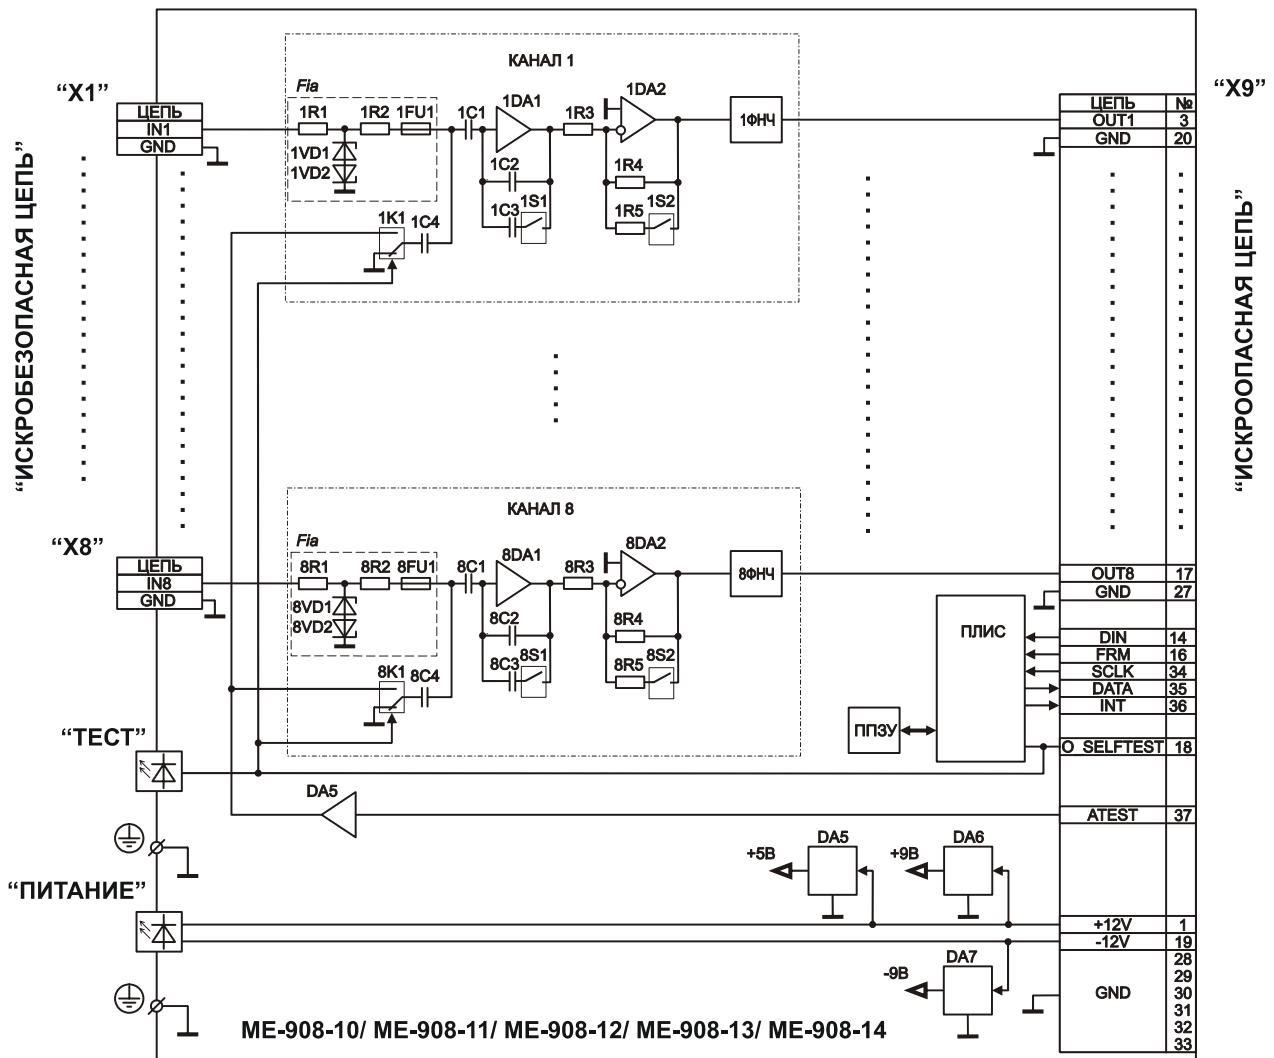

Рисунок 15-Структурная схема модулей
1.5.7.1 Напряжения от внешнего источника питания через контакты цепей «+12V» и «-12V» разъема «X9» модулей (см. рисунок 15) подаются на входы линейных стабилизаторов напряжения DA5, DA6 и DA7, выходные напряжения которых служат для питания элементов модуля.
1.5.7.2 Обмен данными с внешним устройством и управление элементами модуля производится посредством ПЛИС (см. рисунок 15) в соответствии с алгоритмом работы встроенного ПО. Для обмена данными с внешним устройством используются сигналы цепей «DIN», «SCLK», «FRM», «DATA» последовательного интерфейса, поступающие на соответствующие контакты разъема «X9».
предохранителями FU1 (0,125 А, 250В) на входы усилителей-преобразователей заряда DA1 (см. рисунок 15), которые преобразуют заряды в сигналы напряжения. Коэффициенты преобразования каналов зависят от емкостей конденсаторов в цепи обратной связи усилителей-преобразователей. Изменение коэффициентов преобразования DA1 осуществляется подключением конденсаторов С3 параллельно конденсаторам С2 при помощи переключателей S1. Сигналы с выходов DA1 поступают на входы усилителей напряжения DA2, коэффициенты усиления которых определяются сопротивлениями резисторов R3 и R4 в цепи обратной связи. Изменение коэффициентов усиления напряжения DA2 осуществляется подключением резисторов R5 параллельно резисторам R4 посредством переключателей S2. Суммарные коэффициенты преобразования (коэффициенты усиления) каналов и соответствующие амплитудные входные диапазоны каналов выбираются комбинацией коэффициентов преобразования DA1 и коэффициентов усиления DA2.
1.5.7.4 Сигналы с выходов DA2 поступают на входы ФНЧ каналов и далее - на соответствующие контакты выходного разъема «X9» (см. рисунок 15).
1.5.7.5 При выборе в управляющей программе режима самотестирования входы усилителей-преобразователей DA1 каналов (см. рисунок 15) подключаются через конденсаторы С4 емкостью 100 пФ к выходу буферного элемента DA5, на вход которого посредством коммутаторов K1, управляемых соответствующим выходом ПЛИС, подается сигнал переменного напряжения с контакта цепи «ATEST» разъема «X9». При этом амплитуда заряда на входе канала определяется выражением $Q (\text{пКл}) = 100(\text{пКл}/\text{В}) \times U_{\text{сиг}} (\text{В})$, где $U_{\text{сиг}}$ -амплитуда напряжение сигнала «ATEST». В режиме самотестирования на передней панели модуля автоматически включается светодиодный индикатор «TEST» и на контакте цепи «O_SELFTEST» устанавливается сигнал высокого логического уровня. Тестовый сигнал может быть сгенерирован при помощи встроенного ЦАП измерительного модуля или подан с выхода внешнего генератора переменного напряжения.
1.5.7.6 Паспортные значения коэффициентов усиления каналов и служебная информация хранится в энергонезависимом ППЗУ модуля (см. рисунок 15) и посредством ПЛИС загружается по командам управляющего ПО.
1.5.7.7 В нормальном режиме напряжения на контактах разъема «X9» (см. рисунок 15) со стороны искроопасных цепей не превышает плюс-минус 12 В. Через обратносмещенные полупроводниковые переходы стабилитронов VD1 и VD2 искрозащитных барьеров протекают незначительные токи утечки. При повышении напряжения со стороны искроопасных цепей,
1.5.7.8 В аварийном режиме, возникающем в результате электрического пробоя или повреждения сетевых источников питания внешних устройств, подключенных к модулю, напряжение на барьерах искрозащиты со стороны искроопасных цепей может повыситься до 250 В. При этом стабилитроны VD1, VD2 (см. рисунок 15) перейдут в режим обратимого пробоя, в результате чего напряжение искробезопасных цепей ограничится на уровне, гарантирующем отсутствие образования искры во взрывоопасной зоне. Через стабилитроны и, последовательно соединенные с ним, резисторы R2, предохранители FU1 и цепь искробезопасного заземления начнет протекать ток, величина которого превысит ток срабатывания предохранителей. Срабатывание предохранителей приведет к разрыву соответствующих цепей с аварийным напряжением, при этом обеспечивается сохранение работоспособности стабилитронов за счет ограничения времени выделения мощности на них.
1.5.7.9 Резисторы R2 (см. рисунок 15) служат для ограничения разрывных токов предохранителей FU1 на допустимом уровне.
1.5.7.10 Резисторы R1 (см. рисунок 15) служат для ограничения до искробезопасных величин токов, возникающих в искробезопасных цепях, в случае их короткого замыкания.